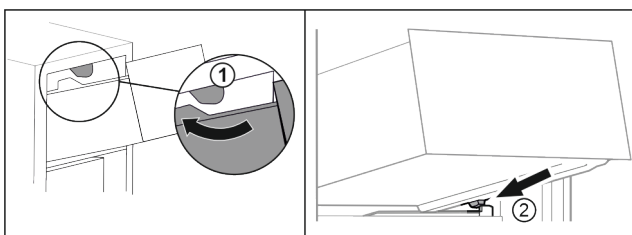

Fig. 63
- ▶ Обвести висувний ящик навколо верхнього стопора. Fig. 63 (1)
- ▶ Встановити висувний ящик за нижніми стопорами на ребро для резервуару навскоси. Fig. 63 (2)